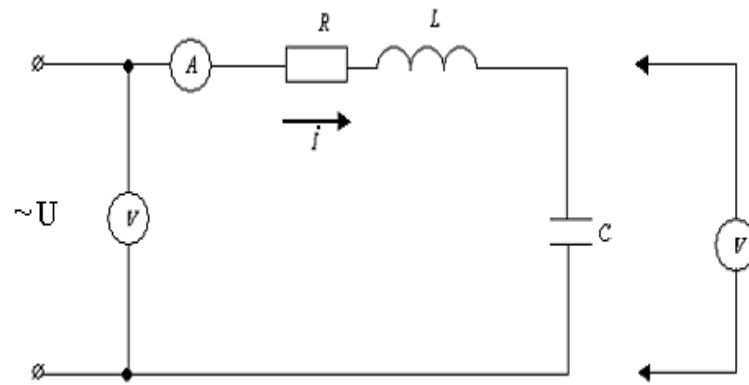

Рисунок 3.1
- 1) Записать закон Ома в комплексной форме и для действующих значений неразветвленной цепи  $R, L, C$  (рисунок 3.1).
3.2.1 Собрать цепь по схеме (рисунок 3.1). Установить напряжение на входе в пределах от 5 до 15 В, частоту источника  $f$  порядка 1000 Гц.